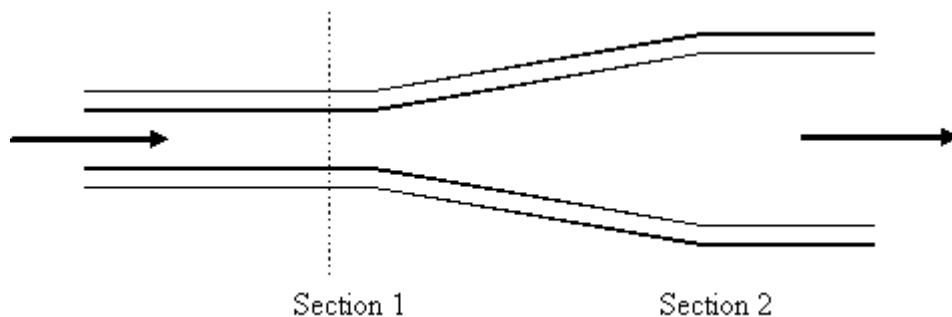

Abbildung 1: Diffusor
- Betrachten Sie die Diffusor-Strömung in der Abbildung 1 und wählen Sie für die Geschwindigkeiten zwischen (1) & (2)  $>$ ,  $<$  oder  $=$